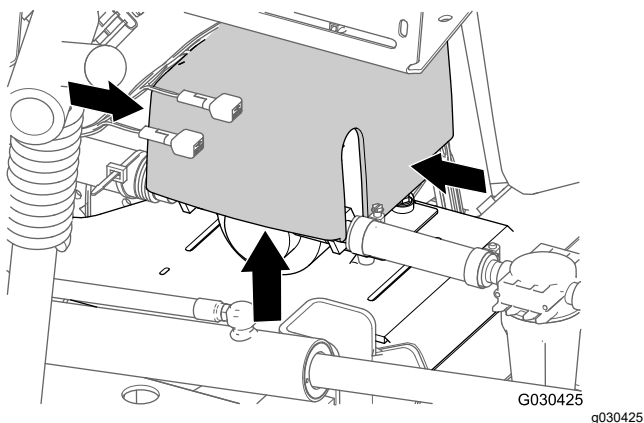

Рисунок 5
1. В задней части машины сожмите с обеих сторон крышку промывочного насоса и поднимите крышку вверх, чтобы высвободить выступы крышки из пазов в посадочной плите, затем снимите крышку с машины (Рисунок 5).